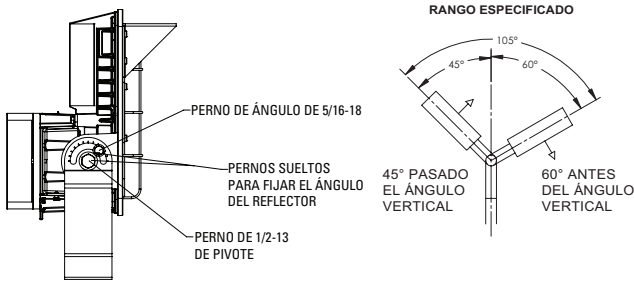

Figura 3
- 3. Vuelva a instalar la cubierta trasera/disipador térmico y apriete todos los nueve (9) tornillos de montaje a 22 pulgadas-libras. (2.5 N-m). Asegúrese de que no se aprieten los cables durante la instalación de la cubierta.
- 4. Para realizar el ajuste vertical final, suelte los tornillos de pivote en el soporte de fijación del reflector para colocar el reflector en el ángulo deseado. Consulte la Figura 3.
- 6. Ajuste los dos (2) pernos de pivote de 1/2-13 a 45 pies-libras. (61 N-m).
- 7. Ajuste los dos (2) pernos marcadores de ángulo de 5/16-18 a 138 pies-libras. (15.6 N-m).